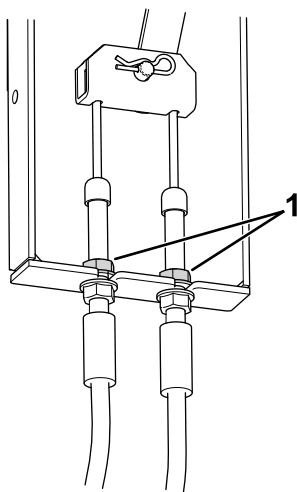

Figura 76
3. Localizați suportul cablului de frână (Figura 76) sub partea stângă a mașinii, lângă roata din stânga.